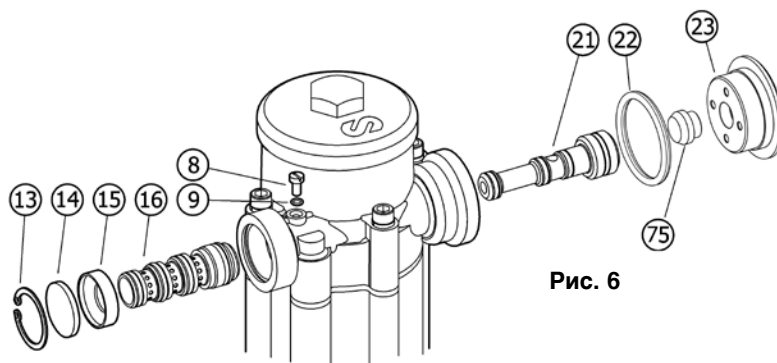

Рис. 6
1. Отвинтить заглушку (23) и снять стопорное кольцо (13), глушитель (14) и опору глушителя (15).
2. Снять распределительную ось (21) (рис. 6).
3. Полностью отвинтить винт (8) и осторожно снять распределительную втулку (16).
4. Смазать новую распределительную втулку вместе с уплотнительными кольцами, вставить втулку со стороны заглушки (23) и, удерживая втулку подходящим инструментом, продвинуть ее к глушителю (14). Соблюдать осторожность, чтобы не повредить втулку.